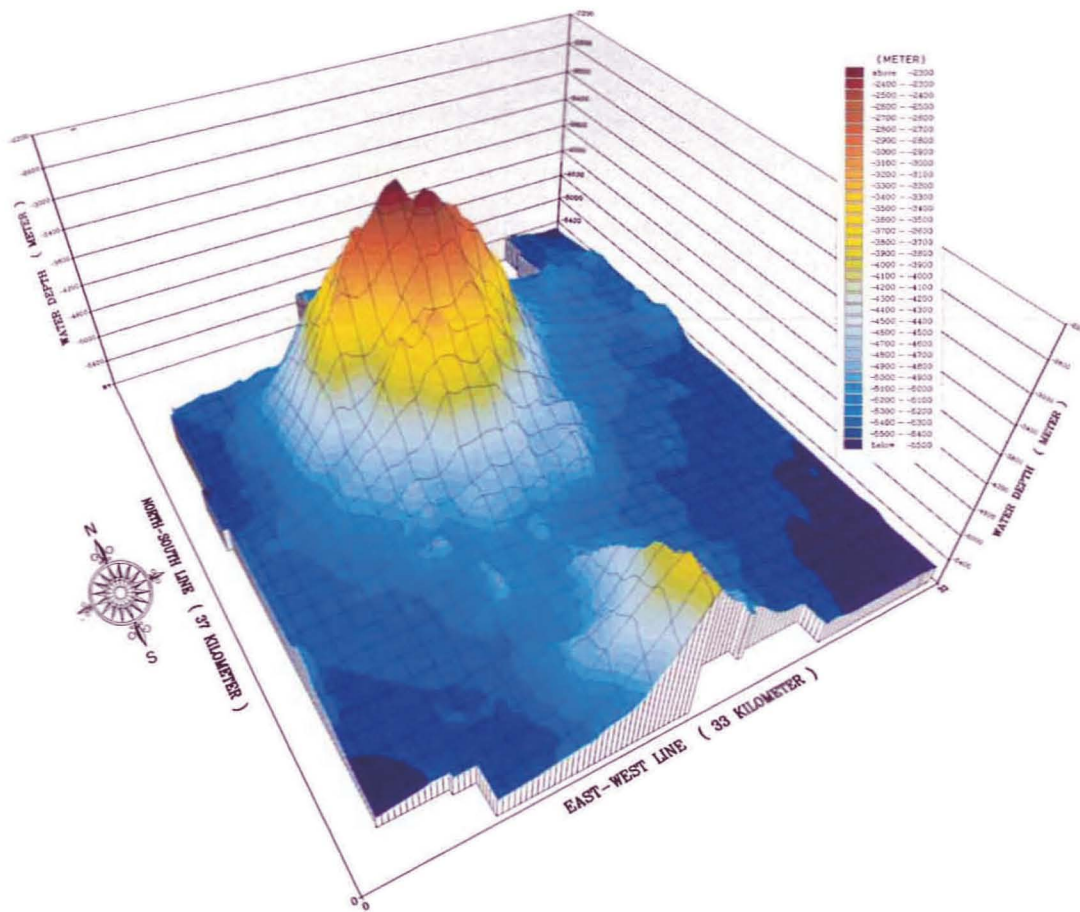

Fig. 11
- ▷ farbige Blockbilddarstellungen (Fig. 11 und 17).
- ▷ coloured block diagrams (Figs. 11 and 17).